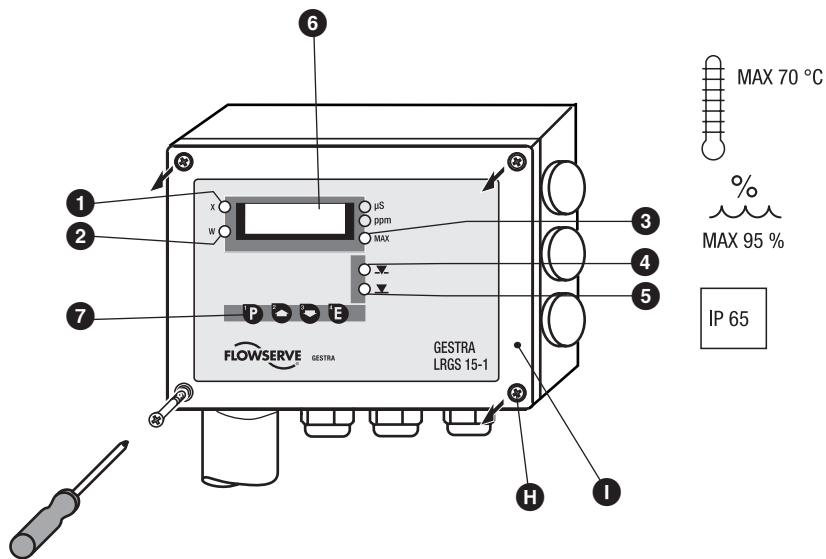

Рис. 3
1. Отвинтите винты крышки **Н** и снимите крышку **Л**, **Рис. 3**.
1. Удалите винты **H** крышки, снимите крышку **I**, (Рис. 3).
1. Удалите винты **H** крышки, снимите крышку **I**, Рис. 3, 4.